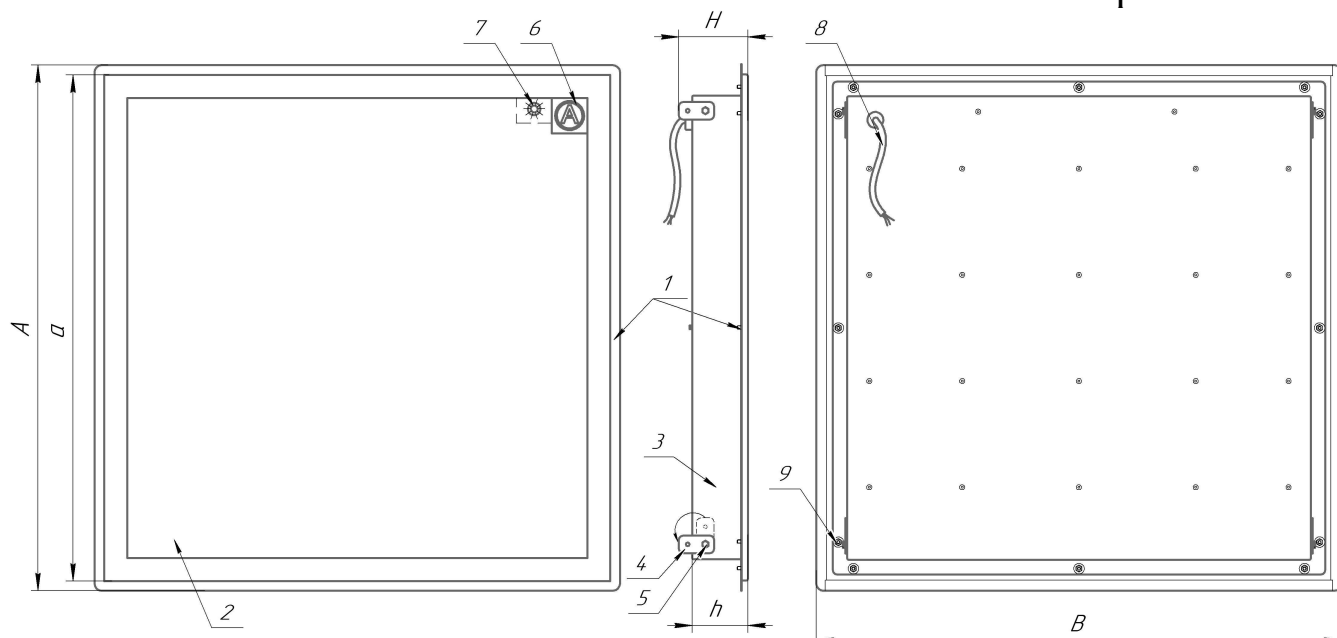
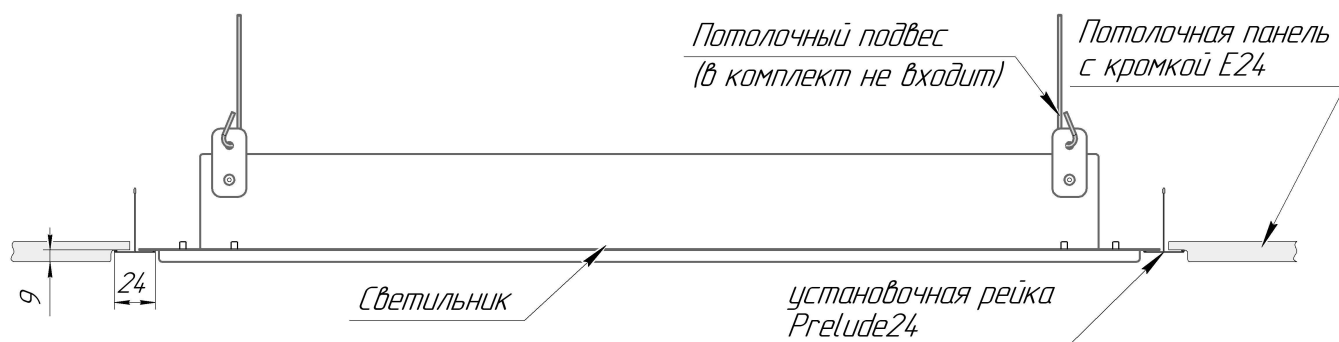
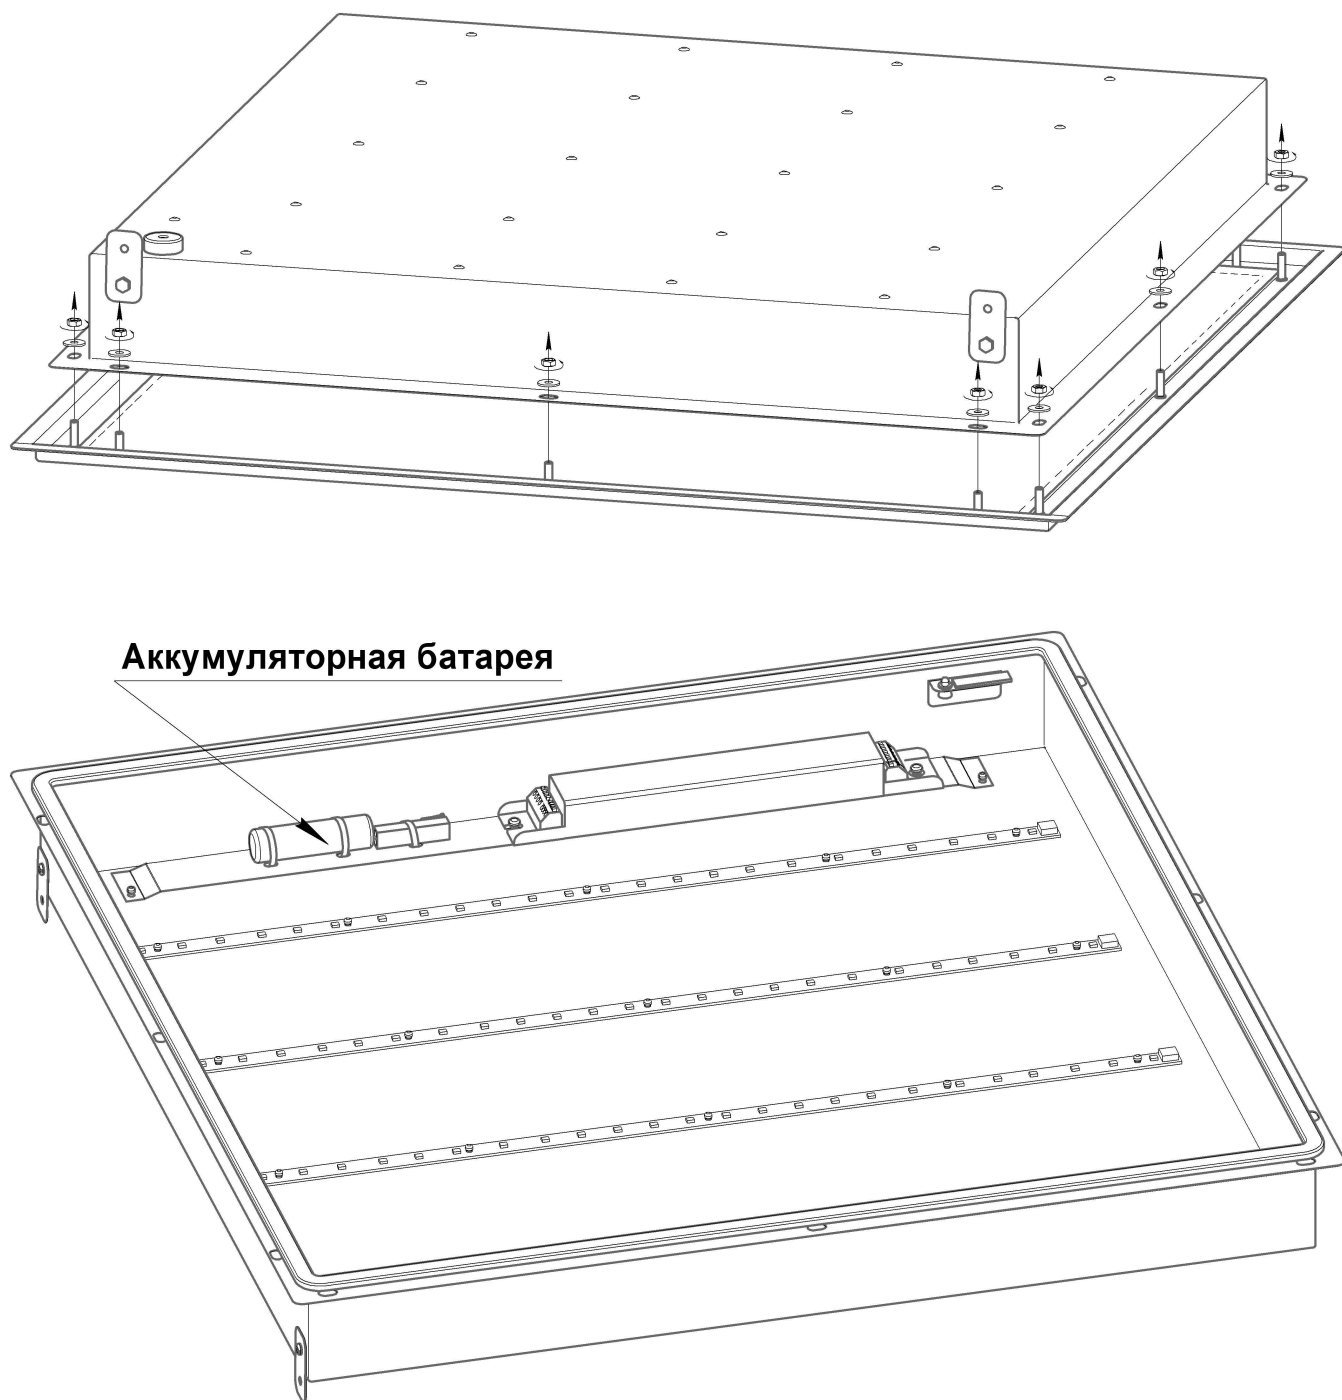

Рисунок 1 - Светильник ДВО15 E24 EM3 MT
Рисунок 2 - Схема установки светильника ДВО15 E24
Рисунок 4 – Схема разборки светильника для замены аккумулятора БАП
3.2 Светильники ДВО15 E24 EM MT (рис. 1 приложения А) состоят из корпуса поз.3, закреплённого гайками поз. 9 на обечайке поз. 1, со встроенным светодиодным модулем, источником питания и БАП, рассеивателя поз. 2, пластин подвеса поз. 4, закреплённых болтами поз. 5, и сетевого провода поз. 8. Светильники оборудованы индикатором заряда аккумулятора поз. 7 и магнитным тестовым выключателем (для проверки аварийного режима светильника), который располагается под пиктограммой "А" поз. 6.
5.5 Ослабьте болты поз. 5, поверните пластины подвеса поз. 4 в вертикальное положение и зафиксируйте их болтами (рис. 1). Установите светильник на потолочные рейки таким же образом, как и потолочные панели (рис. 2).
5.6 Проденьте проволочные подвесы, используемые при установке несущих реек потолка, через отверстия пластин подвеса (поз. 4 рис. 1) светильника и закрепите их на запотолочной поверхности таким же образом, как и подвесы несущих реек.
5.8 Индикатор заряда (поз. 7 рис. 1) информирует о режиме работы АКБ:
Для этого светильник оборудован магнитным тестовым выключателем, расположенным под пиктограммой "А" (поз. 6 рис. 1). Он срабатывает под воздействием магнита с силой сцепления не менее 15 кг.
5.9.2 Для проведения функционального тестирования в ручном режиме выключатель светильника должен быть выключен (Lком разомкнута). Поднесите постоянный магнит с силой сцепления не менее 15 кг (п. 6.2) к пиктограмме "А" (поз.6 рис. 1) на рассеивателе светильника и удерживайте его в течение 5 с - светильник должен засветиться. Без воздействия магнитного поля на включающее устройство светильник возвращается в рабочий режим.
5.12 Для замены аккумуляторной батареи отключите светильник от сети и демонтируйте его. Затем открутите гайки (поз. 9 рис. 1) и отсоедините корпус от обечайки, как показано на рис. 4. Замените аккумулятор на аналогичный. При подключении аккумулятора к БАП **соблюдайте полярность**. Надёжно закрепите аккумулятор на пластине БАП. Соедините корпус с обечайкой и закрепите гайками с шайбами. Для обеспечения надёжной фиксации гайки необходимо закручивать торцовым гаечным ключом.